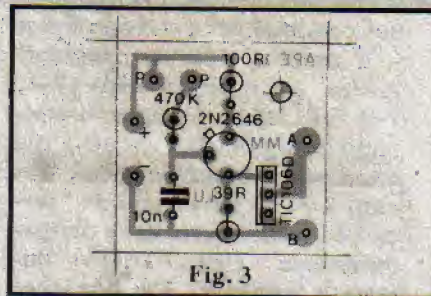
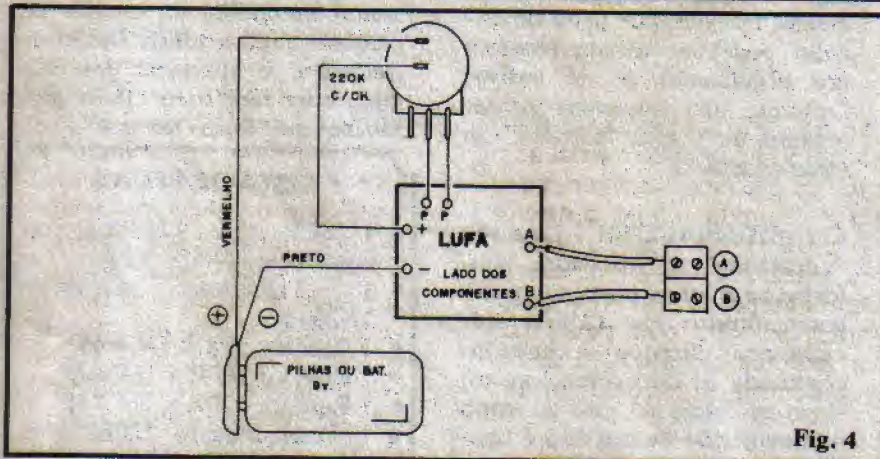

Fig. 3
Fig. 4
- FIG. 3 - A montagem propriamente está detalhada no "chapeado", que mostra a placa pelo lado não cobreado, todos os componentes posicionados e codificados. Os pontos que merecem mais atenção referem-se à colocação do TUI (2N2646), referenciada pela "orelhinha" metálica existente junto à base do componente (fica "apontada" para o resistor de 470K, como mostra a figura) e o posicionamento do SCR (TIC106D) determinado pela lapela metálica da peça (que deve ficar voltada para o resistor de 39R). Notar ainda que, por razões de compactação, os resistores são montados **em pé**. Eventuais dúvidas sobre os valores dos componentes, poderão ser resolvidas com uma consulta ao TABELÃO APE (permanentemente mostrado lá no começo da Revista...). Ao fi-
- FIG. 4 - As conexões externas à placa são mostradas na ilustração, com todos os detalhes. Referenciar as codificações atribuídas às ilhas periféricas (junto às bordas) da placa, como aquela mostrada na fig. 3. Os pontos "P-P" vão aos terminais do potenciômetro (este visto pela traseira, na figura). Os pontos "+ e -" (devidamente codificados com fios **vermelho** e **preto**, respectivamente) vão ao "clip" da bateria, sendo que o ramo correspondente ao **positivo** (fio **vermelho**) da alimentação é intercalado com a chave interruptora incorporada ao potenciômetro. Finalmente, os pontos "A-B" constituem os terminais de Saída de aplicação da LUFA, podendo ser ligados a um par de conectores parafusa-